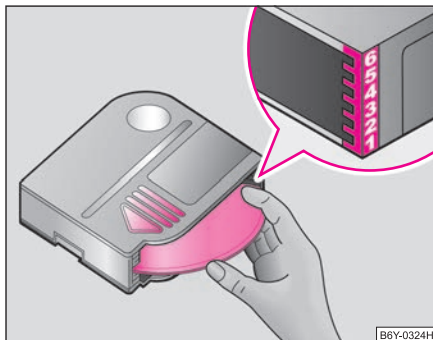

Fig. 130 Cargar el cambiador con CD
- Introducir el cargador, con la flecha hacia arriba, hasta el tope ⇒ página 149, fig. 130.. La flecha del cargador debe indicar hacia la boca de cargador.
- Sostener el cargador con la flecha hacia arriba ⇒ fig. 130.
- **Poner los CDs con la cara de reproducción hacia abajo** en el cargador, hasta que encastran con un ruido de encastre perceptible. Observe el orden a seguir de los CDs en el lado derecho del cargador ⇒ fig. 130.